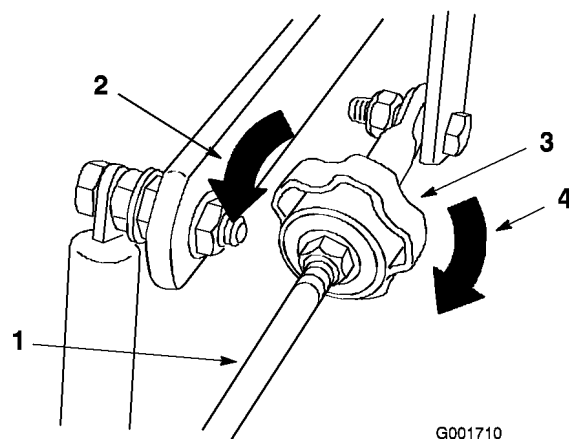

Figure 40
4. Réglez la correction directionnelle comme suit (Figure 40) :